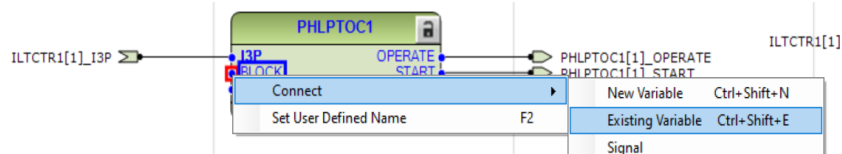

Imagen 367_Conexión de variable en el puerto de entrada BLOCK del bloque PHLPTOC1.
5.2.26 Vamos a añadir la nueva variable dando clic derecho y seleccionando “Connect - Existing Variable” como observamos en la **Imagen 367**.